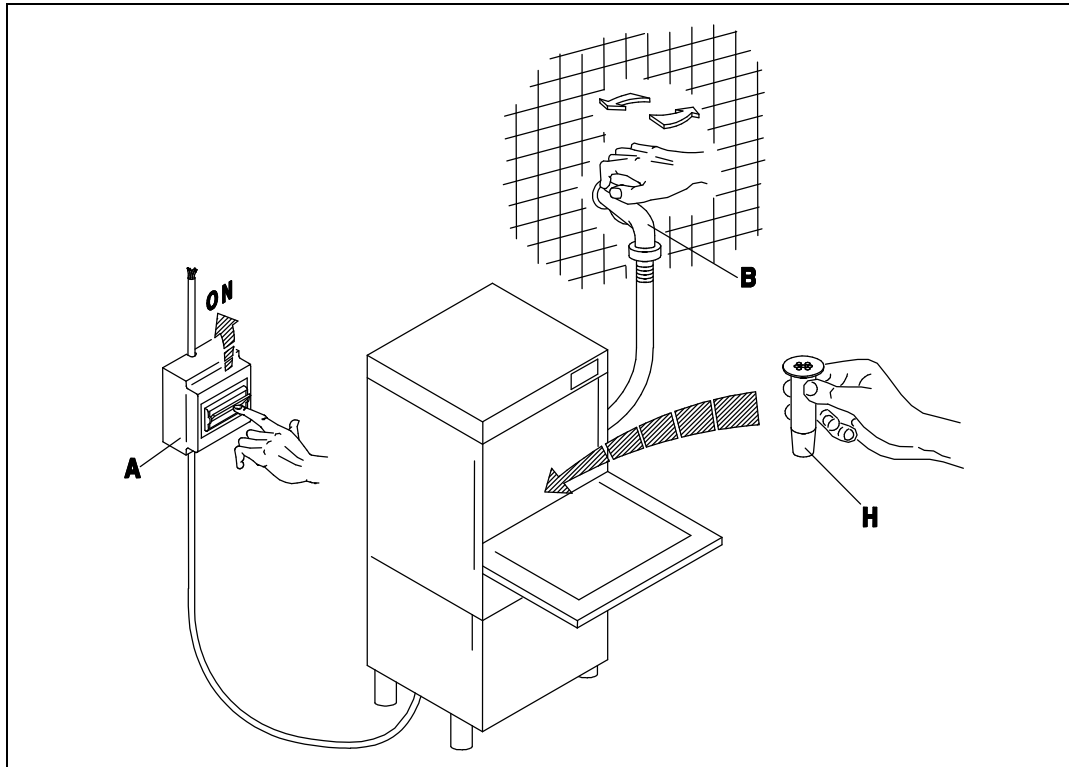

Fig. 3-1
- Aprire il rubinetto dell'acqua (B), inserire l'interruttore generale (A). Attivare l'interruttore principale dell'apparecchio (1), ne conseguirà l'accensione della spia (A) evidenziando che la macchina è sottoposta a tensione. A porta chiusa l'apparecchio si riempie d'acqua e alla fine del carico, si inseriscono automaticamente le resistenze della vasca e del boiler in alternanza. Il funzionamento delle resistenze è reso visibile dall'accensione delle spie (D) ed (E). Quando entrambe le spie si spengono l'acqua avrà raggiunto le temperature impostate e l'apparecchio sarà pronto per iniziare il lavaggio. (fig. 3-1÷3-2)
- Turn on the water tap (B) and switch on the master switch (A). Turn the appliance ON switch (1), which will cause the warning light (A) to illuminate, indicating that the machine is live. When the door is closed the appliance fills with water. When it is full, the tub and boiler heating elements come on automatically in alternation. When the elements are activated, the warning lights (D) and (E) are illuminated. When both warning lights go out the water has reached the set temperature and the appliance is ready to begin the washing cycle. (fig. 3-1÷3-2)
- Öffnen Sie den Wasserhahn (B) und betätigen Sie den Hauptschalter (A). Beim Betätigen des Hauptschalters (1) am Geschirrspüler wird die Anzeige (A) aufleuchten, an der Sie erkennen können, daß die Maschine unter Spannung steht. Bei geschlossener Tür läuft Wasser in die Maschine; ist die nötige Wassermenge einmal erreicht, so schalten die Widerstände des Spülbehälter und des Boilers automatisch eines nach dem anderen, ein. Der Betrieb der Widerstände wird durch das Aufleuchten der Anzeigen (D) und (E) erkennbar. Beide Leuchtanzeigen erlöschen, wenn das Wasser eine vorbestimmte Temperatur erreicht hat, d. h. wenn der Gläserespüler betriebsbereit ist. (fig. 3-1÷3-2)
- Ouvrir le robinet (B) et insérer l'interrupteur général (A). Ouvrir l'interrupteur principal de l'appareil (1), le voyant (A) s'allumera ce qui signifie que la machine est branchée. L'appareil se remplit d'eau avec porte fermée et à la fin du chargement les éléments chauffants de la cuve et du boiler entrent automatiquement en action en alternance. Les voyants (D) et (E) s'allument quand les éléments chauffants fonctionnent. Les deux voyants s'éteignent dès que l'eau a atteint la température programmée et l'appareil est prêt pour commencer le lavage. (fig. 3-1÷3-2)
- Abrir el grifo del agua (B), conectar el interruptor general (A). Activar el interruptor principal del aparato (1); el encendido de la luz testigo (A) indica que la máquina está en tensión. Con puerta cerrada el aparato se llena de agua y cuando la carga esté terminada se conectarán automáticamente las resistencias del tanque y de la caldera en la alternación. El funcionamiento de las resistencias es señalado por el encendido de las luces indicadoras (D) y (E). Cuando ambas luces se apaguen, el agua habrá alcanzado la temperatura programada y el aparato estará listo para empezar el lavado. (fig. 3-1÷3-2)
- Abrir a torneira de água (B), acionar o interruptor geral (A). Acionar o interruptor principal do aparelho (1), a luz (A) se acende evidenciando que a máquina esta sob tensão. Uma vez fechada a porta se enche de água e no final, as resistencias do cuba e do boiler começam a funcionar automaticamente na alternação. As luzes (D) e (E) indicam o funcionamento das duas resistencias. Quando ambas se apagarem é porque a temperatura alcançou seu nível desejado e a máquina estará pronta para iniciar a lavagem. (fig. 3-1÷3-2)
- Draai de waterkraan (B) open en schakel de hoofdschakelaar (A) in. Schakel de hoofdschakelaar van het apparaat (1) in waarna het lampje (A) gaat branden waaruit blijkt dat de machine onder stroom staat. Als de deur dichtgedaan wordt, loopt het apparaat vol met water en na afloop van het vollopen worden de verwarmingselementen van de kuip en van de boiler automatisch ingeschakeld in de afwisseling. De werking van de verwarmingselementen blijkt uit het feit dat de lampjes (D) en (E) gaan branden. Als allebei de lampjes uitgaan dan heeft het water de ingestelde temperatuur bereikt en is het apparaat klaar om met het afwasprogramma te beginnen. (Afb. 3-1 - 3-2)
- A riempimento avvenuto, aprire la porta (I) e introdurre il detersivo (ca. 2 gr. per litro di capacità della vasca). Inserire il cesto (L) carico e chiudere la porta (I). Selezionare il ciclo di lavaggio inserendo il pulsante (4) (ciclo breve (II) tasto premuto ÷ ciclo lungo (I) tasto rilasciato). A questo punto premere il pulsante START (3) (almeno per 2 secondi) e avrà inizio il ciclo di lavoro visualizzato dalla lampada spia (C): la fine del ciclo coincide con lo spegnimento di questa spia. Per spegnere la macchina si dovrà disinserire l'interruttore (1) portandolo nella posizione (0) spia (A) spenta. (Fig.3-1÷3-3).
- A riempimento avvenuto, aprire la porta (I) e introdurre il detersivo (ca. 2 gr. per litro di capacità della vasca). Inserire il cesto (L) carico e chiudere la porta (I). Selezionare il ciclo di lavaggio inserendo il pulsante (4) (ciclo breve (II) tasto premuto ÷ ciclo lungo (I) tasto rilasciato). A questo punto premere il pulsante START (3) (almeno per 2 secondi) e avrà inizio il ciclo di lavoro visualizzato dalla lampada spia (C): la fine del ciclo coincide con lo spegnimento di questa spia. Verranno eseguite automaticamente prima la fase di lavaggio, poi quella di scarico parziale della vasca ed infine il risciacquo caldo. Per spegnere la macchina si dovrà disinserire l'interruttore (1) portandolo nella posizione (0) spia (A) spenta. (Fig.3-1÷3-3).
- Lorsque le remplissage est terminé, ouvrir la porte (I) et verser le détergent (environ 2 g pour chaque litre remplissant la cuve). Introduire le panier (L) plein et fermer la porte (I). Sélectionner ensuite le cycle de lavage en actionnant le bouton-poussoir (4) (cycle court (II) touche enfoncée ÷ cycle long (I) touche relâchée). A ce stade, presser le bouton-poussoir START (3) (au moins 2 secondes) et le cycle de fonctionnement commencera, visualisé par la lampe-témoin (C). La fin du cycle coïncide avec l'extinction de ce voyant. Pour arrêter la machine, il faudra débrancher l'interrupteur (1) en le ramenant sur la position (0): lampe-témoin (A). (Fig.3-1÷3-3).
- Lorsque le remplissage est terminé, ouvrir la porte (I) et verser le détergent (environ 2 g pour chaque litre remplissant la cuve). Introduire le panier (L) plein et fermer la porte (I). Sélectionner ensuite le cycle de lavage en actionnant le bouton-poussoir (4) (cycle court (II) touche enfoncée ÷ cycle long (I) touche relâchée). A ce stade, presser le bouton-poussoir START (3) (au moins 2 secondes) et le cycle de fonctionnement commencera, visualisé par la lampe-témoin (C). La fin du cycle coïncide avec l'extinction de ce voyant. La phase de lavage, de vidange partiel de la cuve et enfin de rinçage chaud s'effectueront automatiquement. Pour arrêter la machine, il faudra débrancher l'interrupteur (1) en le ramenant sur la position (0): lampe-témoin (A). (Fig.3-1÷3-3).
- Después del llenado, abra la puerta (I) y vierta el detergente (2 gramos aproximadamente por litro de capacidad de la cuba). Introduzca el cesto (L) carga y cierre la puerta (I). Seleccione el ciclo de lavado por medio del selector (4) (ciclo breve (II) tecla pulsada ÷ ciclo largo (I) tecla soltada). Pulse ahora START (3) (al menos durante 2 segundos) para arrancar el ciclo de trabajo: se enciende la luz testigo (C), que se apagará al final del ciclo. Para apagar la máquina desconecte el interruptor (1) posición 0, luz testigo (A) apagada. (Fig.3-1÷3-3).
- Después del llenado, abra la puerta (I) y vierta el detergente (2 gramos aproximadamente por litro de capacidad de la cuba). Introduzca el cesto (L) carga y cierre la puerta (I). Seleccione el ciclo de lavado por medio del selector (4) (ciclo breve (II) tecla pulsada ÷ ciclo largo (I) tecla soltada). Pulse ahora START (3) (al menos durante 2 segundos) para arrancar el ciclo de trabajo: se enciende la luz testigo (C), que se apagará al final del ciclo. La máquina ejecuta automáticamente antes la etapas, luego la de descarga de la cuba y al final el enjuague caliente. Para apagar la máquina desconecte el interruptor (1) posición 0, luz testigo (A) apagada. (Fig.3-1÷3-3).
- Doe na het vollopen de deur open (I) en doe er afwasmiddel in (ongeveer 2 g per liter inhoudscapaciteit van de kuip). Doe de beladen korf (L) erin en doe de deur (I) dicht. Stel het afwasprogramma in door op de knop (4) te drukken (kort programma (II) toets ingedrukt – lang programma (I) toets losgelaten). Druk nu op de START knop (3) waarna (minstens 2 seconden) het afwasprogramma zal beginnen dat aangegeven wordt door het controlelampje (C): het einde van het programma valt samen met het uitgaan van dit lampje. Om de machine uit te schakelen moet u de schakelaar (1) uitschakelen door hem op de stand (0) te zetten, lampje (A) uit (Afb. 3-1 ÷ 3-3).
- Doe na het vollopen de deur open (I) en doe er afwasmiddel in (ongeveer 2 g per liter inhoudscapaciteit van de kuip). Doe de beladen korf (L) erin en doe de deur (I) dicht. Stel het afwasprogramma in door op de knop (4) te drukken (kort programma (II) toets ingedrukt – lang programma (I) toets losgelaten). Druk nu op de START knop (3) waarna (minstens 2 seconden) het afwasprogramma zal beginnen dat aangegeven wordt door het controlelampje (C): het einde van het programma valt samen met het uitgaan van dit lampje. Eerst zal de afwasgang en daarna de gedeeltelijke afvoer van de kuip plaatsvinden en tot slot de spoelgang met warm water. Om de machine uit te schakelen moet u de schakelaar (1) uitschakelen door hem op de stand (0) te zetten, lampje (A) uit (Afb. 3-1 ÷ 3-3).